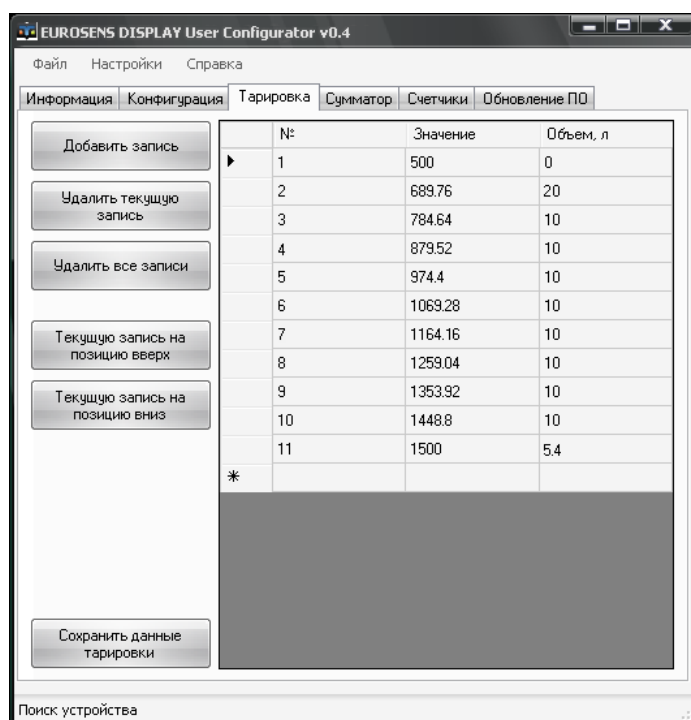

Рис.45
11) Повторять пункты 9...10 до тех пор, пока не будут внесены все зафиксированные данные (рис.45).